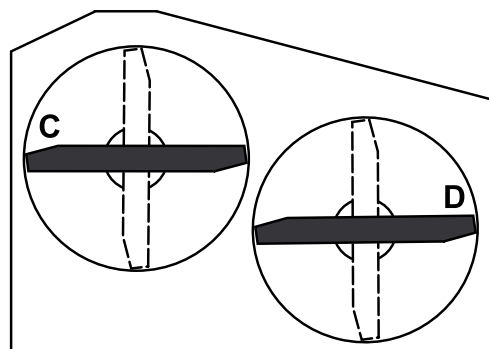

Figure 60
- Tournez les lames pour les mettre parallèles dans le sens transversal. Mesurez la distance aux points **C** et **D** (Figure 60) entre une surface plane et le bord coupant des pointes des lames.